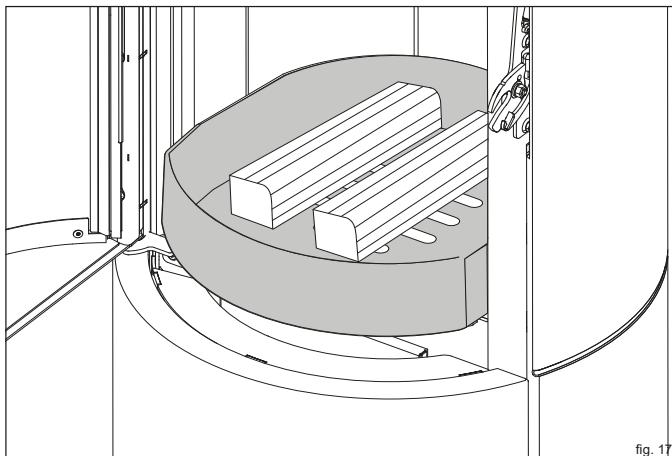

fig. 17
- ▶ Collegare due ceppi di legno (4) con un peso totale di 1,4 kg in posizione centrale all'interno della camera di combustione (con il lato frontale rivolto in avanti).
- ▶ Lasciare circa 5 cm di distanza dalla lastra della camera di combustione (fig. 17).